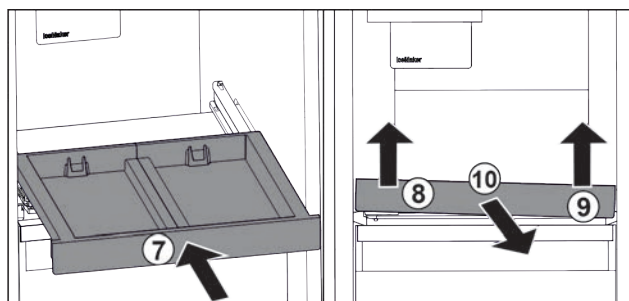

Fig. 20
- ▶ Вставьте выдвижную панель. Fig. 20 (7)
- ▶ Приподнимите выдвижную панель спереди слева. Fig. 20 (8)
- ▶ Приподнимите выдвижную панель спереди справа. Fig. 20 (9)
- ▶ Выдвижная панель освобождена спереди из крепления. Fig. 20 (10)
- ▶ Извлеките выдвижную панель движением вперед. Fig. 20 (10)